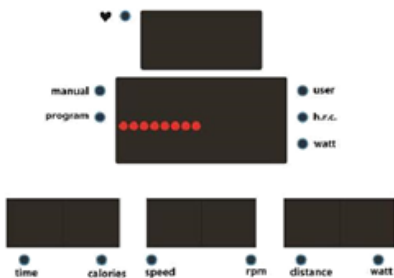

Abbildung 14
2. Wenn Sie sich an beiden Pulshandgriffen festhalten, beginnt die Messung (Abb. 14 & 15). Das Display zeigt nach 8 Sekunden Ihren BMI und den Körperfett-Wert an.